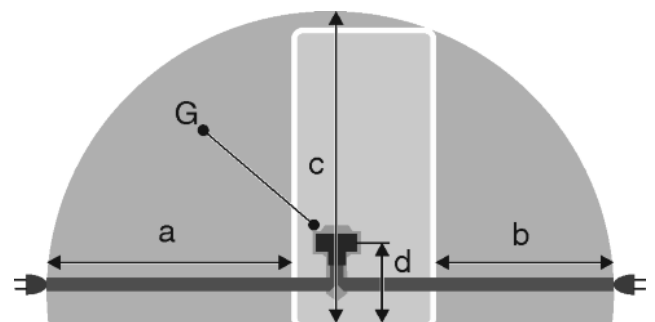

Fig. 21
- La presa non deve trovarsi nella zona posteriore dell'apparecchio, ma entro la zona indicata Fig. 21 (a, b, c).
- ▶ Inserire la spina Fig. 21 (G) sul retro dell'apparecchio. Assicurarsi che si innestino correttamente.